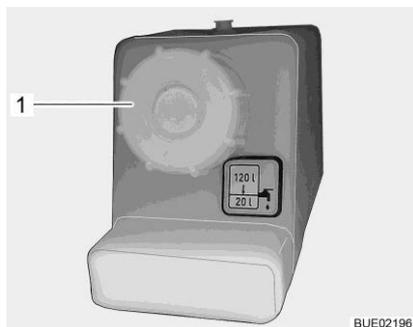

Fig. 191 Tapa de cierre para el tubo de llenado de agua potable
- Girar la tapa de cierre (Fig. 191,1) en sentido contrario a las agujas del reloj y retirarla.